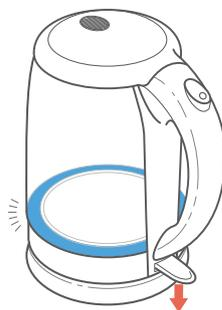

Fig. 2.3
4. Premere l'**interruttore On/Off**. La spia blu si illuminerà. [Fig. 2.3]